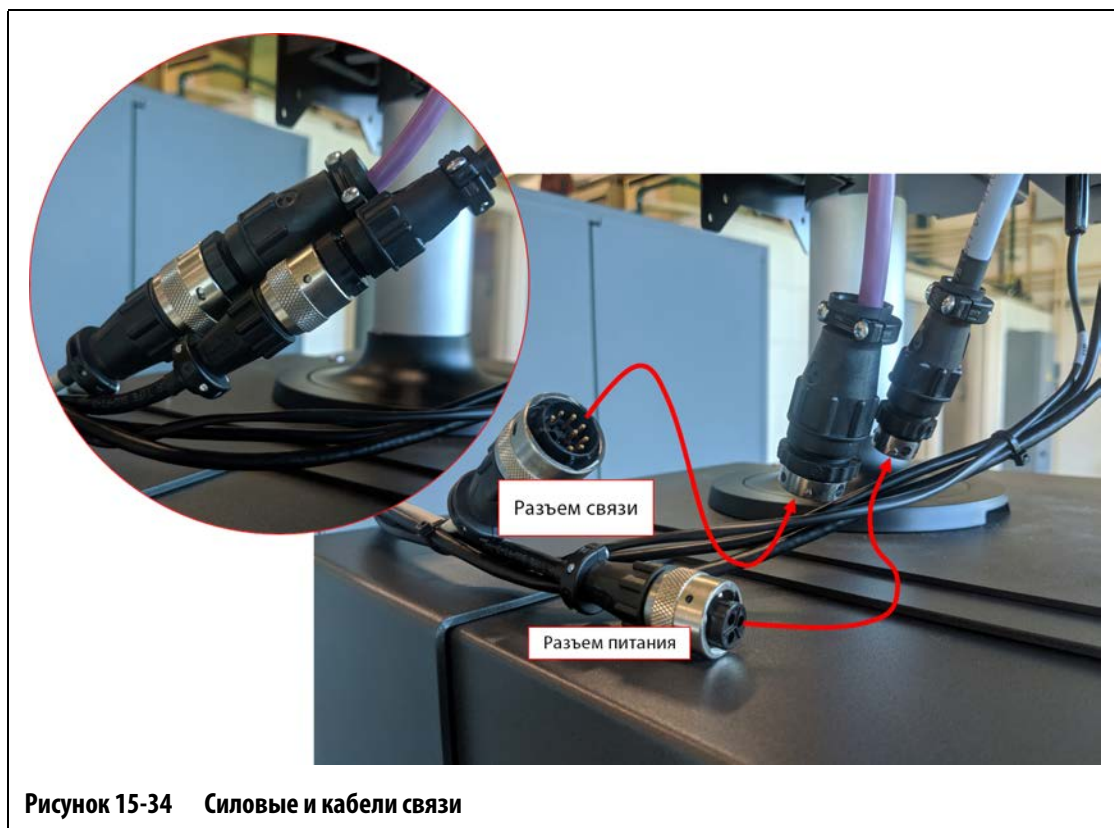

Рисунок 15-34 Силовые и кабели связи
6. Подключите гнездовой разъем кабеля питания и штекер кабеля связи к штекеру кабеля питания и штекерному разъему связи на микроконтроллер. См. Рисунок 15-34.